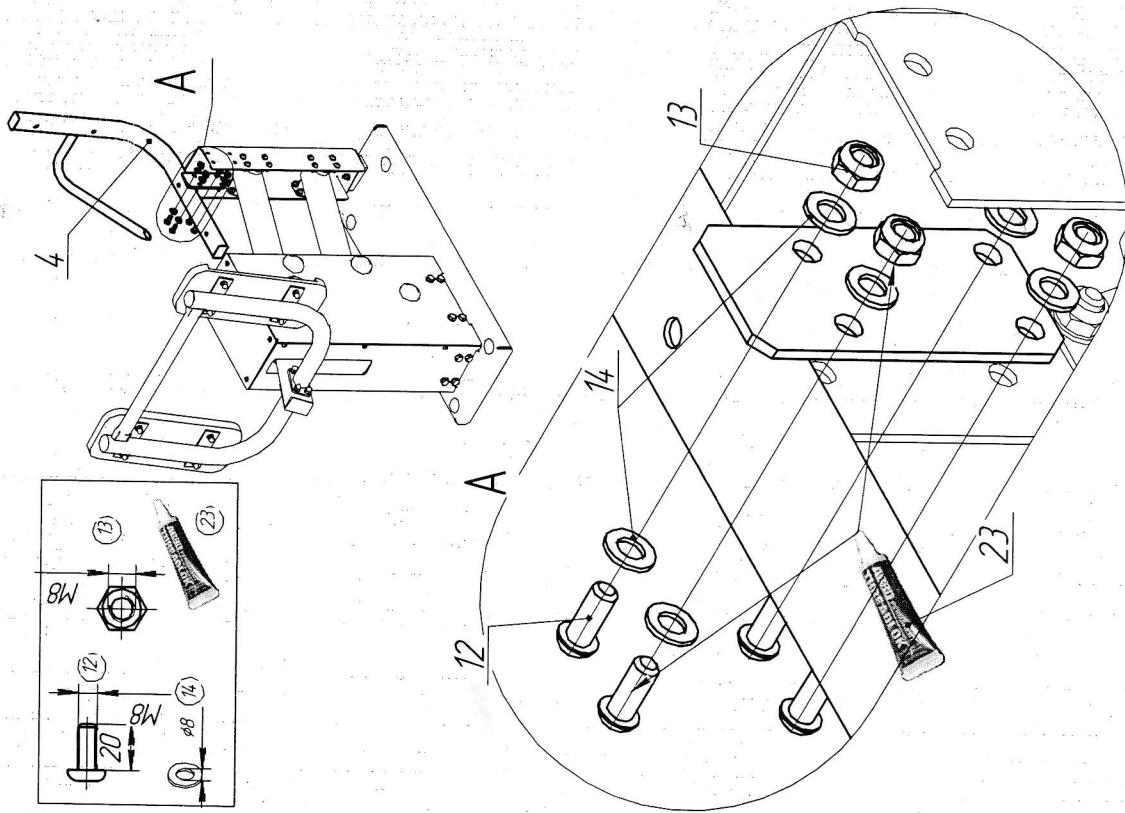

Рис.6
12.3.3.2 Установить сиденье (рис.6, 8, 9)
12.3.3.2.1 Установить кронштейн правый (рис.6) при помощи болтов поз.10, шайб поз.14 и гаек поз.13.